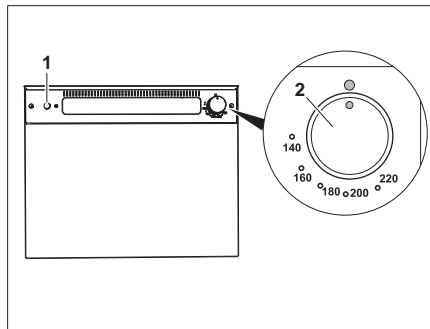

Bild 235 Gasbackofen (Thetford)
- Den Drehregler (Bild 235,2) leicht drücken und nach links auf eine beliebige Position drehen.
- Zündschalter (Bild 235,1) so oft drücken, bis die Flamme brennt.
- Den Drehregler (Bild 235,2) auf "O" drehen. Die Flamme erlischt.